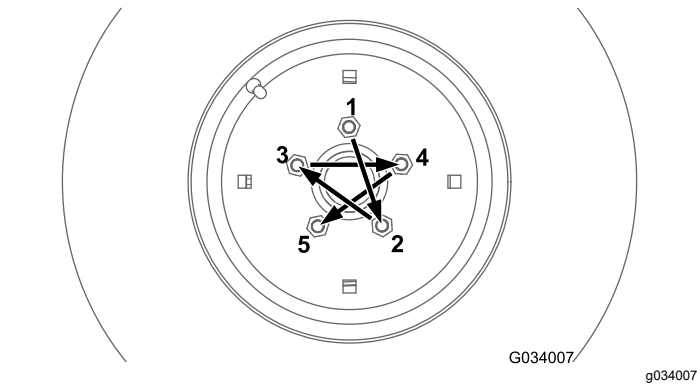

Рисунок 67
Затяните зажимные гайки передних и задних колес (только на машинах с полным приводом) в порядке, показанном на Рисунок 67 и Рисунок 68, с указанным моментом затяжки.
- Передние колеса: см. Рисунок 67